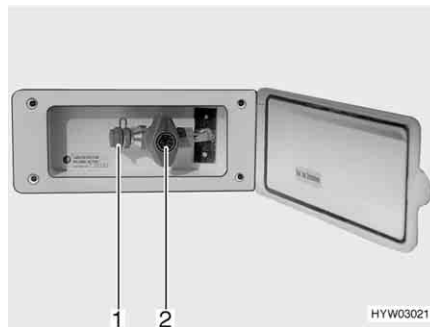

Fig. 115 Raccordement externe de gaz avec robinet d'arrêt de gaz fermé
Le raccordement externe de gaz (Fig. 115) se trouve à l'avant droite, à côté du compartiment à bouteilles de gaz.
- Raccorder l'appareil à gaz externe sur le raccord (Fig. 115,1).
- Ouvrir le robinet d'arrêt de gaz (Fig. 115,2).